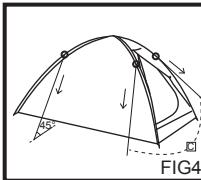

FIG4
- Attachez une extrémité des haubans <C> sur les cercles aux quatre angles de l'extérieur de la tente <A>. (FIG4)
- Fixez l'autre extrémité aux piquets <D> et attachez-les en plantant les piquets <D> dans le sol. (FIG4)